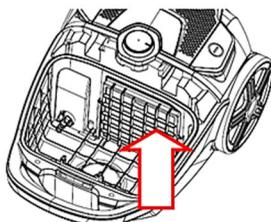

Fig 12
3. **Pastroni ose shkëmbeni filtrin e hyrjes:** Zëvendësoni ose Pastroni filtrin Hyrës kur vëreni se filtri i Hyrjes është i ndotur. Rekomandimi ynë është të pastroni ose zëvendësoni filtrin e hyrjes pas të ndryshoni qesën e pluhurit X 3 (Fig 12 and 13).
3. Filtri i shkarkimit Hepa dhe filtri i mbrojtjes së motorit duhet të pastrohen ose ndërrohen pasi të jenë ndotur.. (Fig 12 - 14)